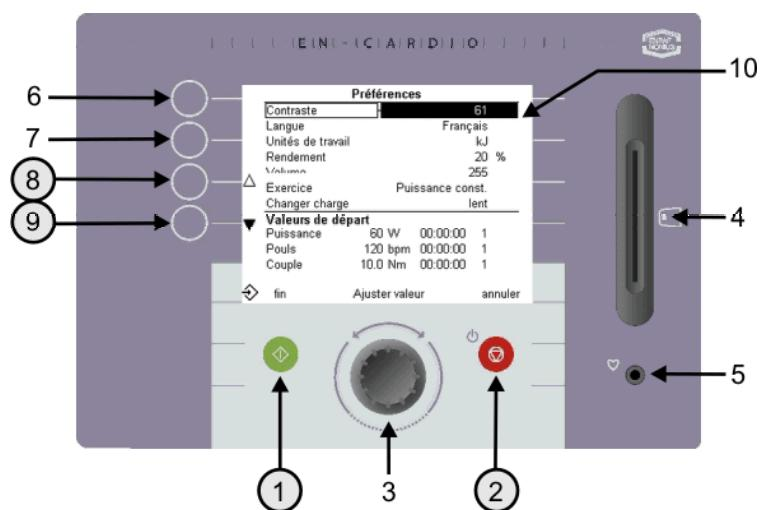

Fig. 15 Réglages personnels
Après les changements vous pouvez quitter le menu préférences par appui sur le bouton vert (1). La forme d'exercice, la durée d'entraînement et le numéro de profil que vous avez sélectionné apparaîtront sur l'écran réglages (Fig. 15). Si vous désirez quitter l'écran **sans** sauvegarder les changements, appuyer sur le bouton rouge (2). L'écran réglages apparaît (Fig. 15).